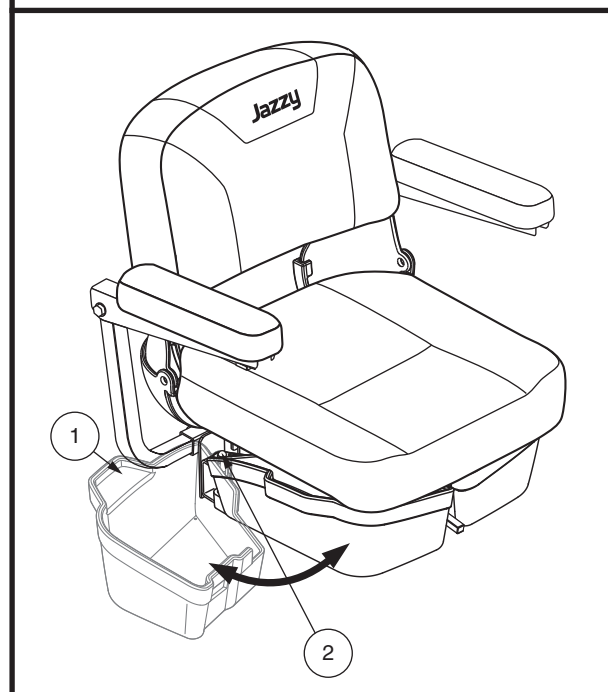

Figure 26. Almacenamiento debajo del asiento
1. Levante levemente el cerrojo en el costado del cubo de almacenamiento debajo del asiento (fig. 26) y gire el cubo de almacenamiento debajo del asiento hacia fuera de la Travel Scooter.
1. Levante levemente el cerrojo al costado del cubo de almacenamiento debajo del asiento (fig. 26) y gire el cubo de almacenamiento debajo del asiento hacia fuera de la Travel Scooter de viaje hasta que esté completamente abierto.
2. Si está equipado, retire el almacenamiento bajo del asiento (**fig. 26**).
7. Si está equipado, instale el almacenamiento bajo el asiento (**fig. 26**).